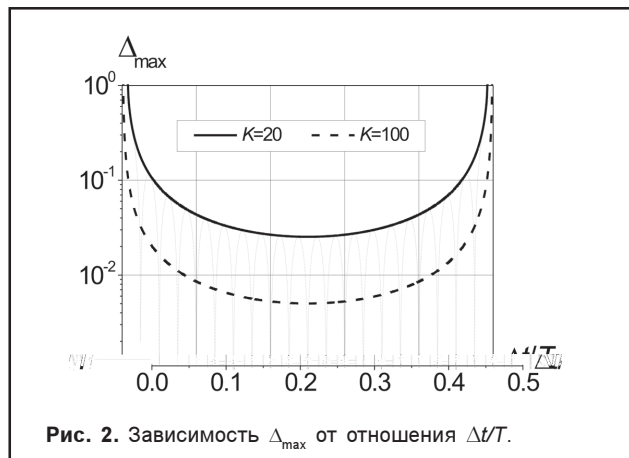

Рис. 2. Зависимость  $\Delta_{\max}$  от отношения  $\Delta t/T$ .
Если число отсчетов на одном периоде сигнала мало, то для определения погрешности измерения  $\Delta_{\max}$  необходимо использовать соотношение (4). На рис.2 показана зависимость  $\Delta_{\max}$  от отношения интервала дискретизации  $\Delta t$  к периоду сигнала  $T$  при числе отсчетов  $K=20$ , рассчитанная в соответствии с этим соотношением.
Если известно лишь приближенное значение частоты сигнала то, при заданном числе отсчетов  $K$  погрешность будет минимальной, когда число отсчетов на одном периоде сигнала примерно равно 4. Это следует из приведенных на рис.2 зависимостей для огибающих.